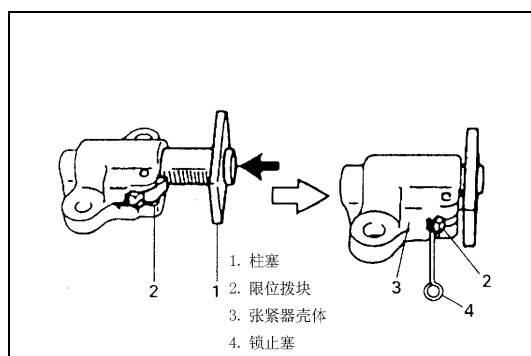

Рис. 4-41.
- 5). Открыть стопорную заглушку, вставить стопор в гнездо натяжителя цепи привода синхронизации до прочной фиксации, затем, как показано на Рис. 4-41, вставить шпонку фиксации стопора во избежание его выпадения.